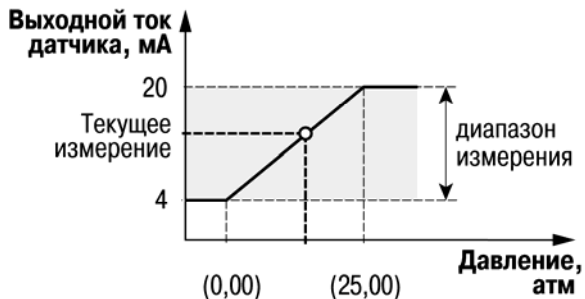

Рисунок 4.2 - Пример задания диапазона измерения
**Пример** – Используется датчик с выходным током 4...20 мА, контролирующей давление в диапазоне 0...25 атм, в параметре «нижняя граница измерения» задается значение «0,00», а в параметре «верхняя граница измерения» - значение «25,00» (см. рисунок 4.2). После этого измерения значение на аналоговом входе будут производиться в атмосферах.